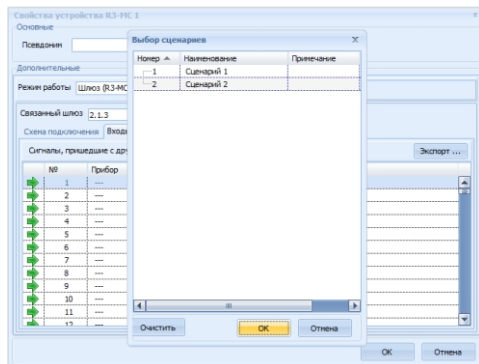

Рисунок 9.4
- в открывшемся окне под закладкой «Входы» привязать добавленные исполнительные сценарии к направлениям R3-MC-III. Для этого нужно с помощью двойного щелчка мыши в строке направления открыть окно «Выбор сценария», выделить нужный сценарий и нажать кнопку ОК (рисунок 9.4).